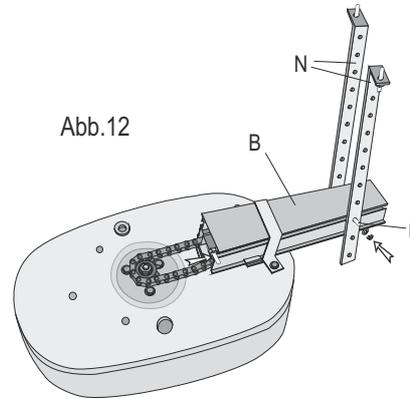

Abb. 12
(Abb.12). Fixieren Sie die Laufschiene mit dem Bügel (H) und den zugehörigen Schrauben (Abb.6).